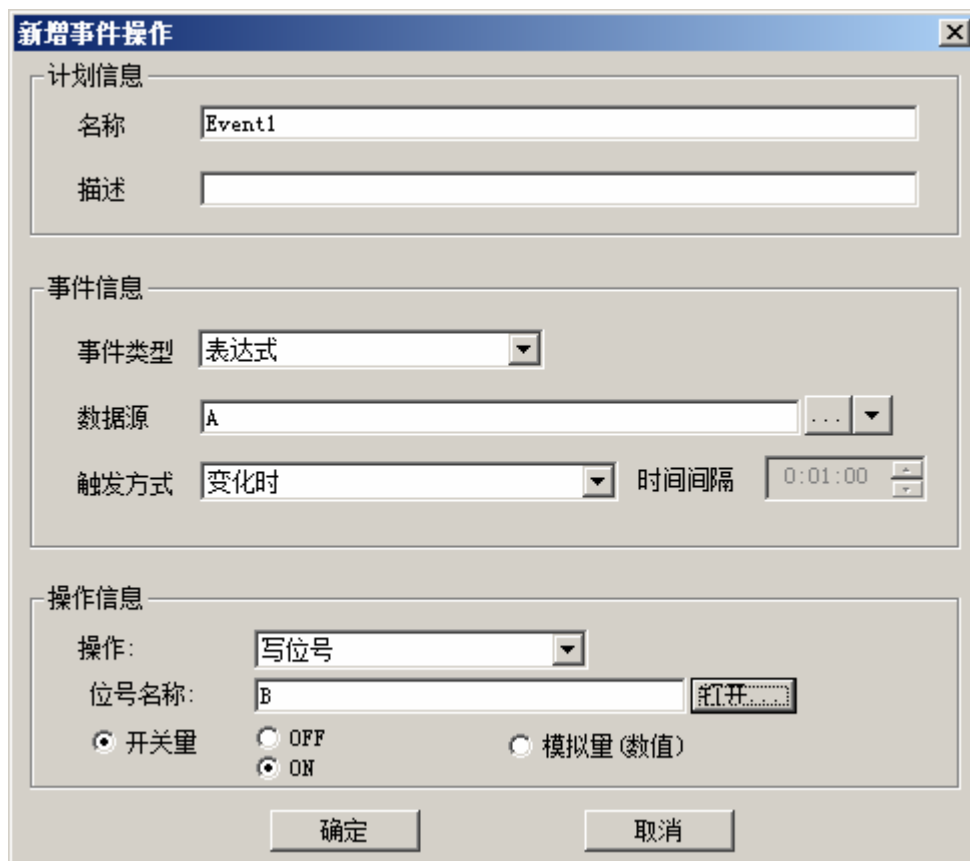

图 3-86 调度示例设置情况
步骤：在数据源中设置控制开关的位号名称；在事件类型中设为“变化时”；然后设置“写位号”操作，并在位号名称中，通过左键单击  按钮，选取开关量位号 A，选取开关量设置，设定值为：ON。具体设置情况如图 3-86 所示。
- 与事件操作项配合使用，当条件满足时，不仅触发如图 3-86 中定义的操作信息，同时执行脚本函数。